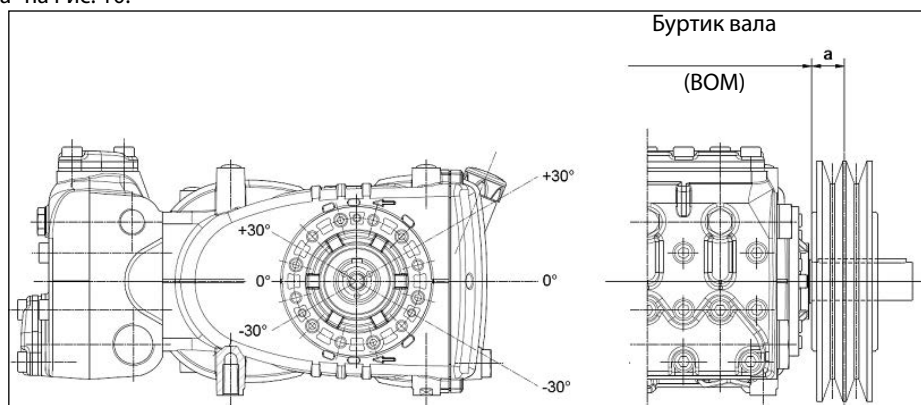

Рис. 10
Передача считается подходящей в том случае, если данная нагрузка прилагается на максимальном расстоянии $a=30$ мм от буртика вала (ВОМ), как указано на Рис. 10.
- b) Пользуйтесь ремнями с высоким КПД, например, **XPB** вместо **SPB**, поскольку в этом случае потребуется меньшее количество ремней при одинаковой передаваемой мощности, что в свою очередь сократит расстояние между результирующей силой и буртиком вала (ВОМ) "а" на Рис. 10.